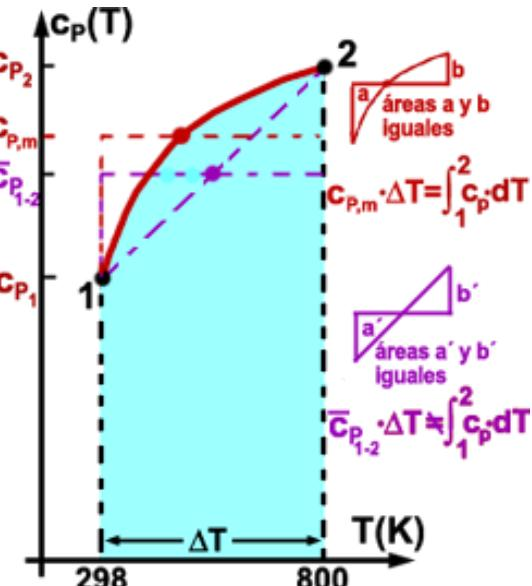

Fig. Pb 2.14
- 4) **Cálculo con las medias analíticas para los c. específicos:** Utiliza valores ctes de  $c_v$  y  $c_p$  calculados como  $(c_1+c_2)/2$ . Es un método mucho más correcto que el del caso 2) pues aunque también introduce un valor cte, éste se approxima mucho más al valor de la media termodinámica de los c. específicos (fig. Pb 2.14) calculada, por ej., para  $c_p$  como:
El cálculo con el valor medio de los c. específicos es, sin embargo, aceptable y tanto más cuanto más pequeño sea el intervalo  $\Delta T$  o más se aproxime la forma de la curva  $c(T)$  a la recta de unión de los estados 1 y 2 (fig. Pb 2.14). En dicha figura puede verse que el valor exacto sería la media termodinámica. Sin embargo ésta no es utilizable para calcular las variaciones de  $\Delta U$  y  $\Delta H$  pues precisamente se calcula a partir de estos valores.